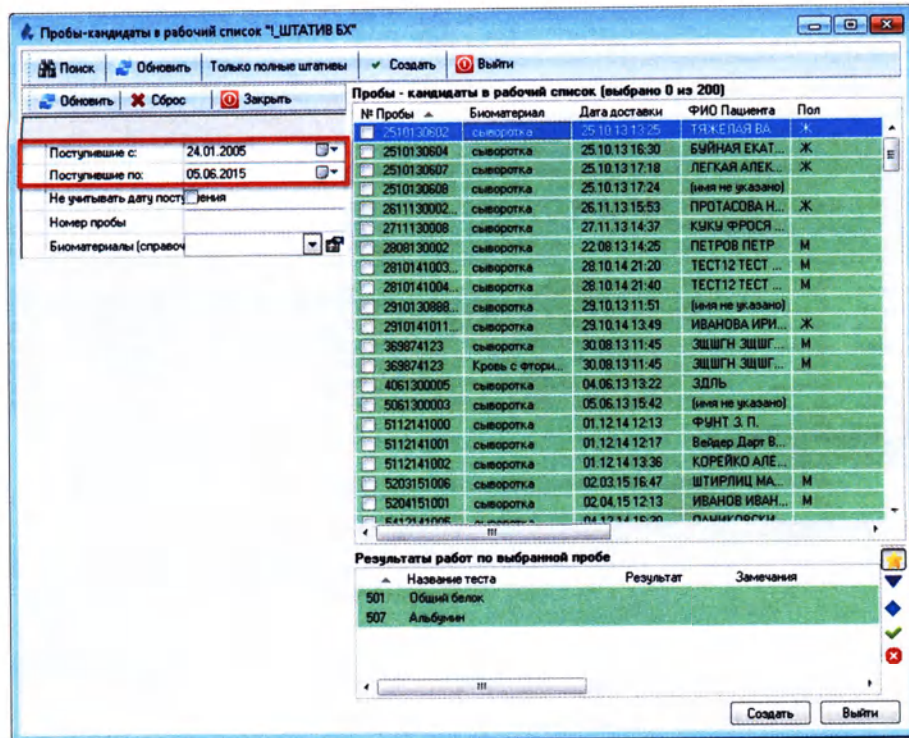

Рисунок 6.14
2. В открывшемся окне «Пробы кандидаты в рабочий список» с помощью фильтра выгрузите нужные пробы (Рисунок 6.14):